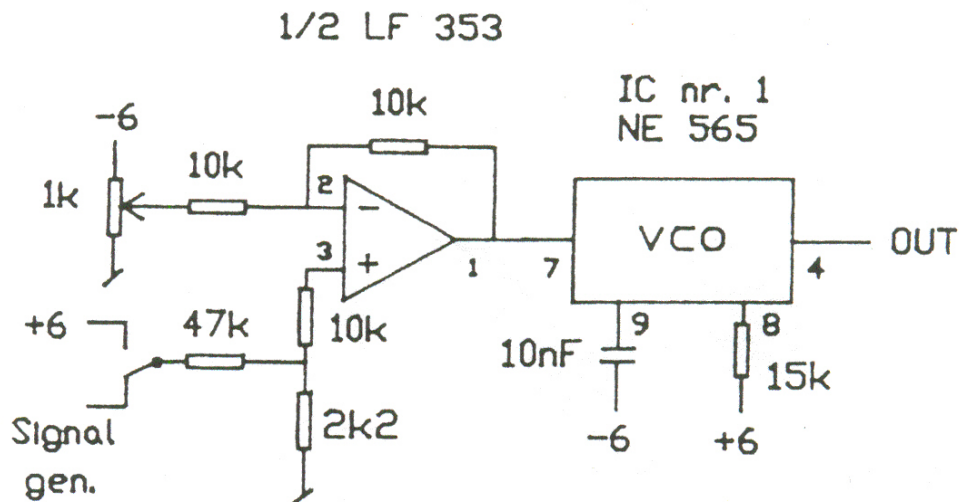

Fig. 2 Frekvensmodulert sender
- IC nr.1 skal brukes som en frekvensmodulert sender. Frekvensen til oscillatoren kan varieres ved å variere spenningen på VCO-inngangen, som er internt koblet til pinne 7. (Pinne 7 er altså både Demod. UT og VCO INN). Spenningen på pinne 7 kan varieres ved hjelp av en helipot koblet til en op.amp koblet som summasjonsforsterker, Fig. 2. Den ikke-inverterende inngangen på op-ampen er forbundet med jord via to motstander og med en bryter. Med bryteren kan inngangen enten forbindes med en fast positiv spenning eller en signal-inngang. Inngangen skal først være forbundet med signal-inngangen uten eksternt signal, dvs. uten spenning. (Når bryteren er i nedre stilling er op.amp. inngangen koblet til +6V)